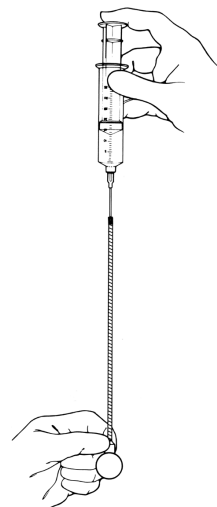

Figura 4-3b. Encher o balão
6. Encha o balão com 20 cc de solução de enchimento. (**Figura 4-3b**)